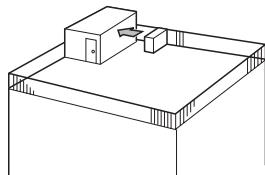

Fig. 2-4
- ① Direccione a saída de ar para a parede mais próxima a uma distância de cerca de 500 mm. (Fig. 2-4)